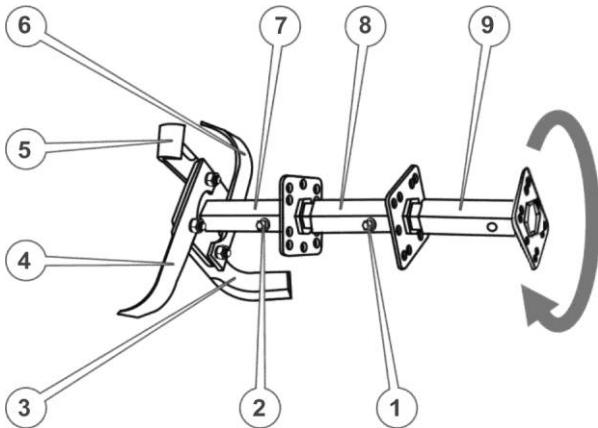
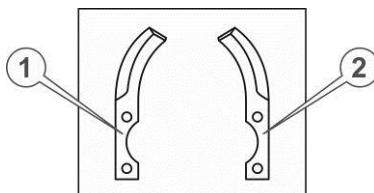

Рисунок 5. Грунтофреза
Рисунок 6. Ножи грунтофрези
1. Вставити додаткову маточину ротора в шестигранний отвір основної маточини та зафіксувати, щоб уникнути можливого осьового зсуву, пальцем із шплінтом (див. рис. 5.)
2. Взяти з комплекту грунтофрези по одному лівому і правому ножу (див. рис. 6.)
3. Приклести ножі (наприклад поз. 1 та поз. 2 див. рис. 6.) до кріпильного квадрата маточини уздовж двох суміжних сторін цього квадрата таким чином, щоб квадрат опинився всередині загинів ножів, загострені частини ножів були направлені в напрямку обертання (як зазначено стрілкою на рис. 5.), кріпильні отвори ножів збіглися з отворами квадрата, при цьому кінцевий отвір одного ножа (поз. 3) збігся із серединним отвором іншого ножа (поз. 4). Утримуючи ножі в такому положенні, вставити в отвір кріпильний палець та зафіксувати шплінтом.